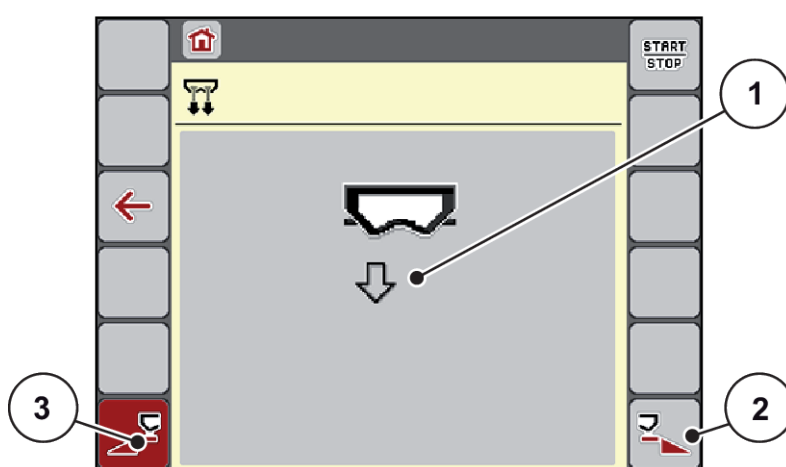

Fig. 21: Meniu Golire rapidă
*Pe ecran se afișează, sub formă de simbol, lățimea parțială selectată (Fig. 21 Poziție [3]).*